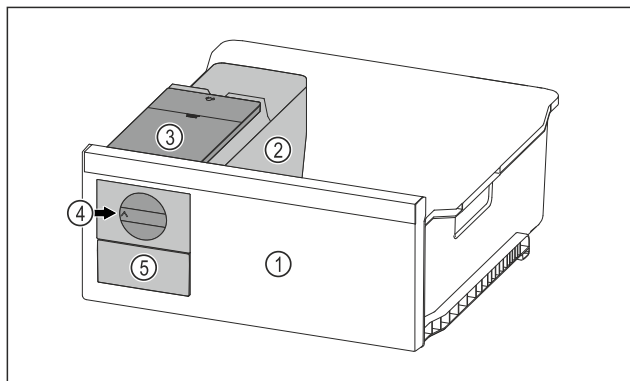

Fig. 109 Simbolična slika
- Vrtljivi gumb Fig. 109 (4) obrnite do konca v smeri urinih kazalcev.
- Kocke ledu iz posode za ledene kocke padajo v predal za ledene kocke Fig. 109 (5).